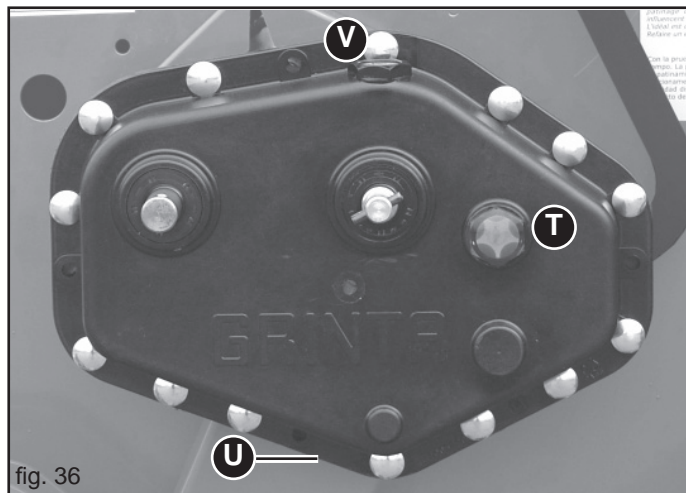

fig. 36
- Den Ölstand im Getriebegehäuse überprüfen und gegebenenfalls bis zum Stand auffüllen (T, Abb. 36). Es wird empfohlen, den gleichen Öltyp (ACER 22) zum Auffüllen zu verwenden.
- Öl Ablaufstutzen (U Abb. 36);
- Öleinfullstutzen (V Abb. 36).